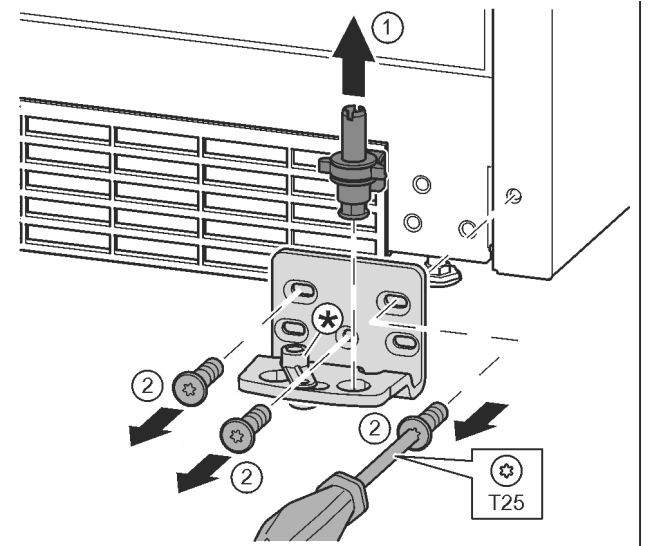

Fig. 16
- ▶ A teljes csapszeget felfelé húzza ki. Fig. 16 (1)
- ▶ A T25 csavarhúzóval tekerje ki a csavarokat, és vegye le a csapágybakot. Fig. 16 (2)